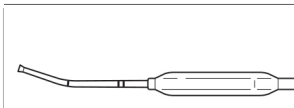

Figure 7 : Courbure sphénoïdale
- Sinus sphénoïdaux :** Lors du traitement de l'ostium du sinus sphénoïdal, une courbure légère (Figure 7) est recommandée.